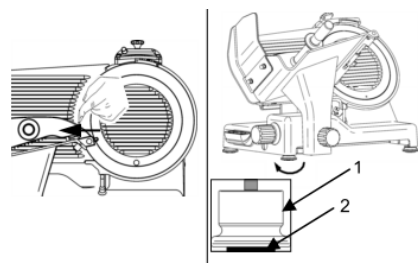

Fig. 15
- Compruebe la compatibilidad entre la cuchilla y el panel móvil de espesor de corte desplazando el dedo de la cuchilla en dirección al panel móvil de espesor de corte (fig. 15), **nunca al revés**.
- Enrosque las patas adjuntas, ajústelas y atornille el elemento de caucho. (1, 2, fig. 15).